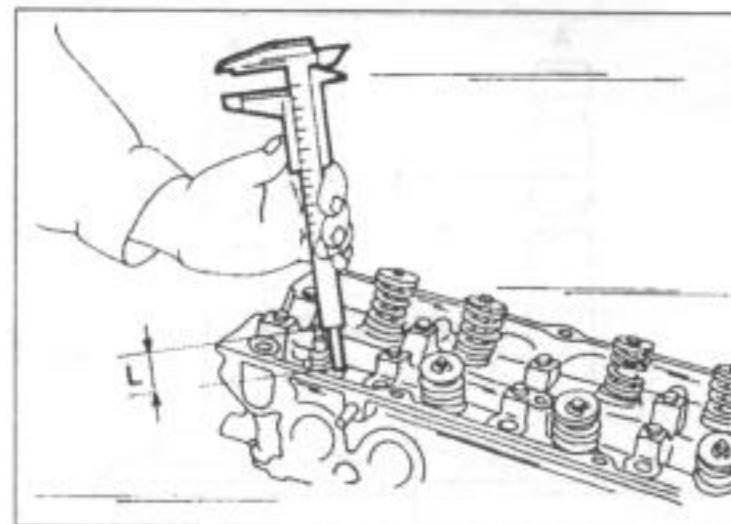

Рис. 50.
• У стандартного бензинового двигателя клапаны по очереди вставлять в направляющие втулки и, как показано на рис. 50, замерять размер "L". У стандартного двигателя с 8 клапанами размер должен составлять 46,5 мм; если двигатель имеет 12 вентиляй, он должен быть 50,2 мм. В зависимости от полученных величин могут осуществляться мероприятия:
У ДОНС-двигателя измерение осуществляется показанным на рис. 50 способом и в зависимости от полученных результатов: